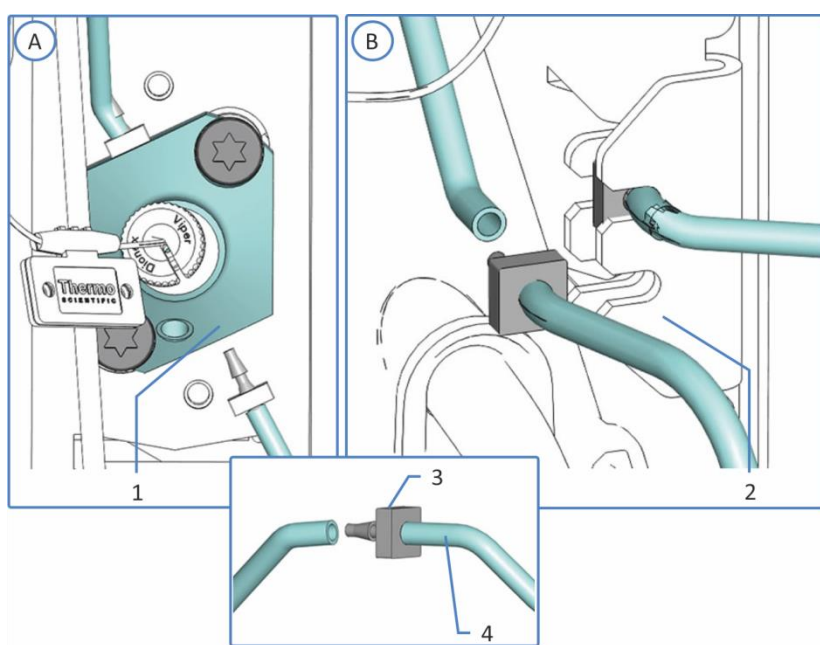

图55：密封清洗出口管路连接
- 2) 将管道连接器与密封清洗出口管路从密封清洗出口拉出（见 图 55）。
- 5) 连接自动进样器中的新密封清洗出口管路（见 图 55）：
- ◆ *双分流进样器*：将密封清洗管路从计量装置头连接到右机壳上管道连接器的自由端（密封清洗出口）。将管道连接器与管路推入支架（见 图 55）。